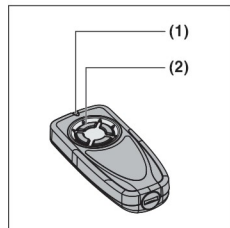

Fig. 1
- Gerätebeschreibung (Fig. 1)**
- Den Handsender verwenden (Fig. 1)**
- Die Taste (2) am Handsender drücken. Die mit der Taste verbundene Funktion (z. B. Tor auf/zu) wird ausgeführt.
- Description de l'appareil (fig. 1)**
- Utilisation de l'émetteur (fig. 1)**
- Appuyez sur la touche (2) de l'émetteur. La fonction liée à cette touche (par exemple ouverture / fermeture de la porte) s'exécute.